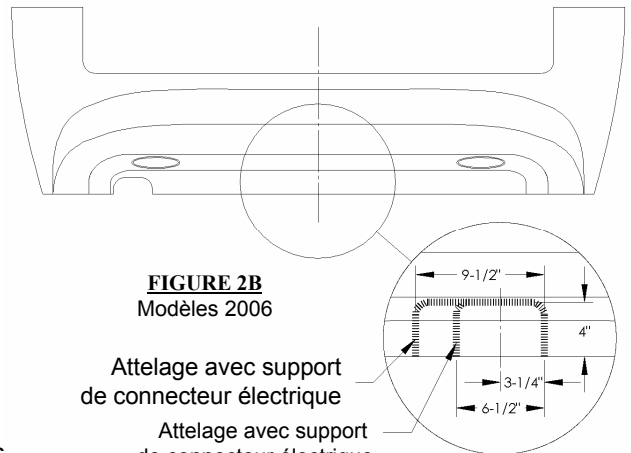

FIGURE 2B
- Modèles 2006 : Découper le carénage extérieur et intérieur comme illustré à la **Figure 2B**. Lors de l'installation d'un attelage doté d'un support de connecteur électrique, utiliser un profil de 9-1/2 po de large. Lors de l'installation d'un attelage qui n'est pas doté d'un support de connecteur électrique, utiliser un profil de 6-1/2 po de large. Dans les deux cas, mesurer à partir de la ligne de centre du carénage, comme illustré.